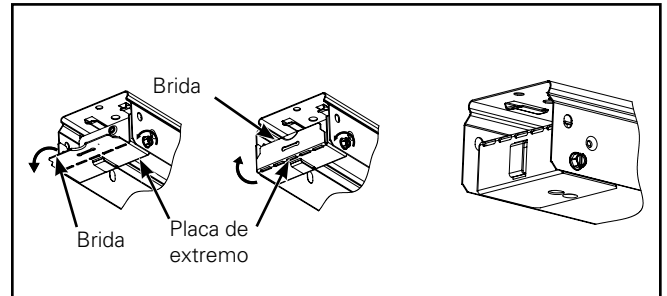

Figura 39.
1. Gire la placa de extremo superior, doble la brida como se muestra en la figura y vuelva a girar a su posición original en el conjunto del canal. (Figura 39.)